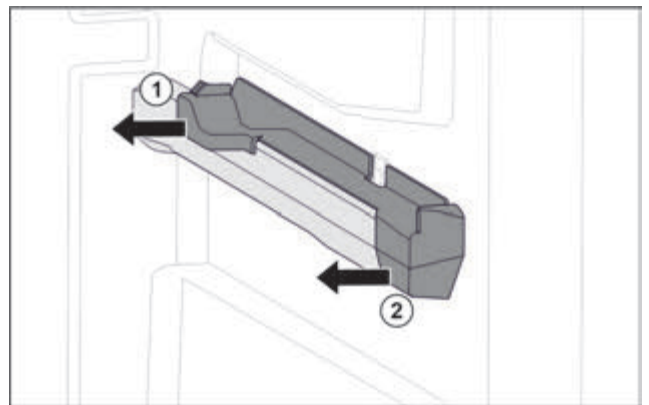

Fig. 103 Вставна частина на правому ребрі для резервуару
- Відсунути вставну частину назад вбік. Fig. 103 (1)
- Відсунути вставну частину вперед вбік. Fig. 103 (2)